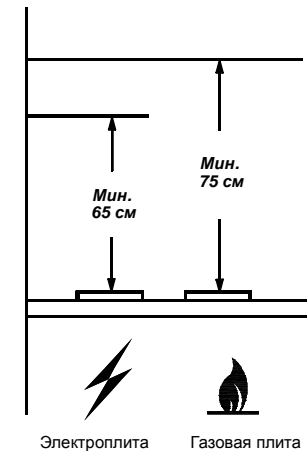
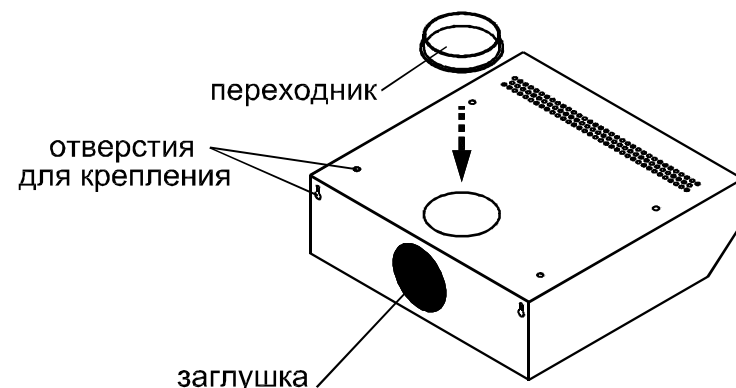

РИС. 1
РИС. 6
1.2 Устанавливайте зонт на высоте, как показано на рис. 1.
4.6 Зонт устанавливайте над плитой в соответствии с рис. 1.
- присоедините к изделию воздуховод. Соединение осуществляется с помощью специального пластикового переходника, который вы найдете внутри корпуса изделия. Зафиксируйте переходник в верхнем положении (рис. 6).
- Заглушкой (рис. 6) закройте отверстие на задней стенке изделия.
При установке зонта соблюдайте указания п.1.2 ( рис.1). Разметьте и просверлите четыре отверстия, согласно отверстиям для крепления на верхней панели корпуса зонта вытяжного (рис. 6). Затем прикрепите зонт к полке.